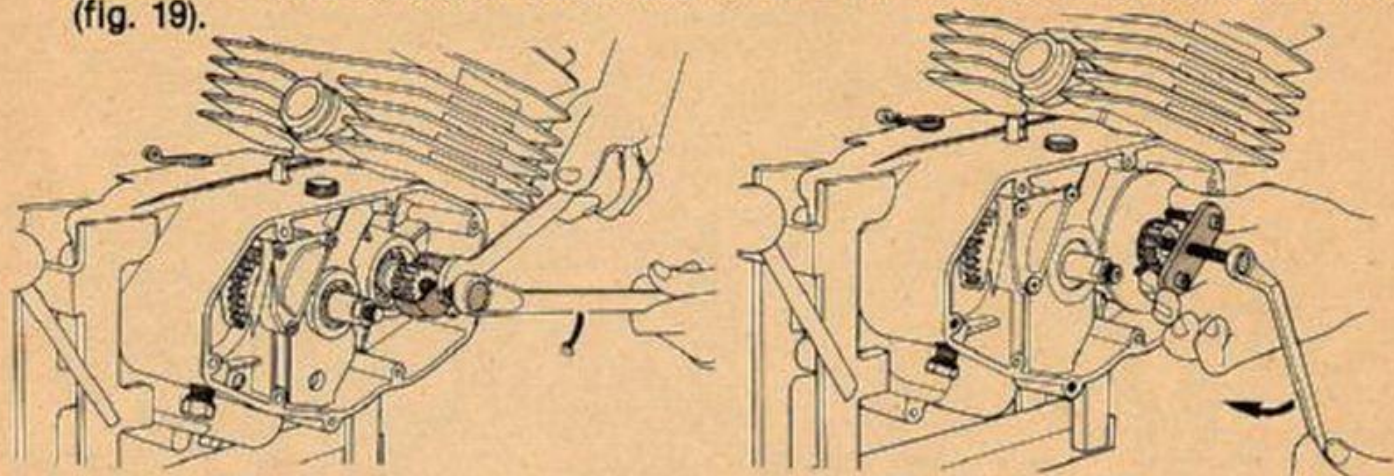

FIG. 19 Estrazione pignone motore
- 17) RIMUOVERE il pignone motore con l'apposito estrattore (cod. 05.0040.0 per pignone Z = 13) (cod. 05.0041.0 per pignoni Z = 14 + 16) (cod. 05.0007.0 per Trial) (fig. 19).